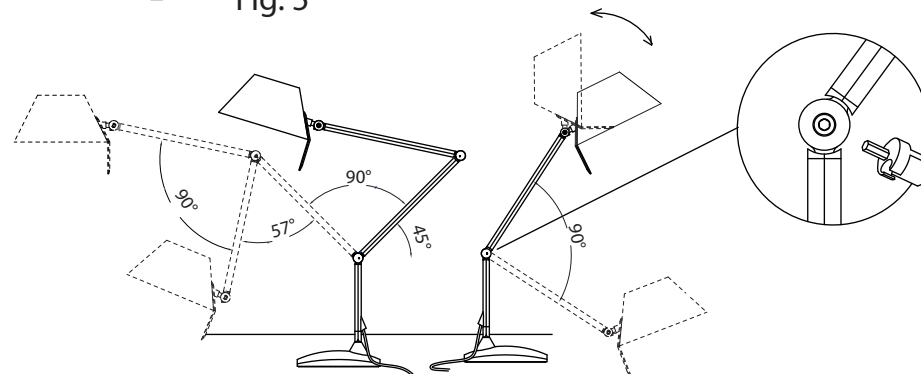

Fig. 4
3. En las fig. 4 y 5 podemos ver los posibles movimientos de la luminaria Petite en varias de sus versiones.
3. In figs 4 and 5 the different movements of the lamp are shown in some of their versions.
3. Auf den Abb. 4 und 5 sind die, möglichen Bewegungen des Beleuchtungskörpers in verchiedenen Ausführungen zu sehen.
4. Fix system as shown in fig. 4
4. Das System entsprechend den Angaben auf Abbildung 4 befestigen.